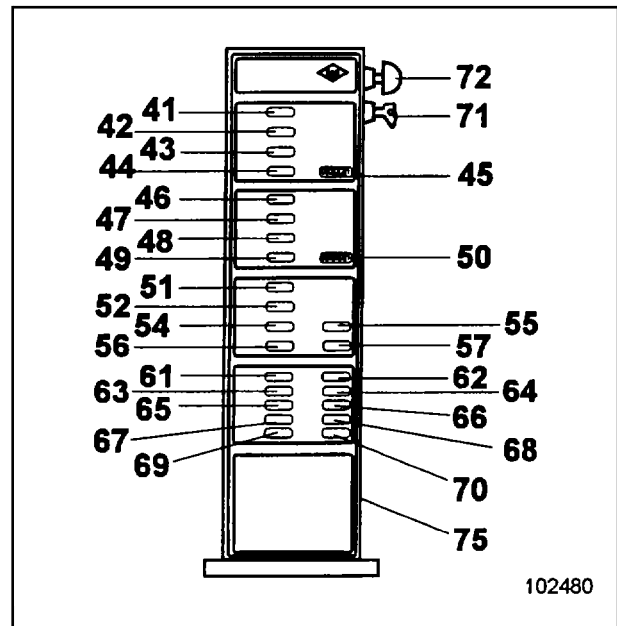

Fig. 8
(Fig. 8)
- Taster (43, Fig. 8) für den linken Motor betätigen.
- Taster (48) für den rechten Motor betätigen.
- Den Schlüssel im Schlüsselschalter (71) nach links drehen und abziehen (der Stromkreis ist unterbrochen).
In Notfällen z. B. wenn der Summer (75, Fig. 8) ertönt, kann der Motor aus Vollast abgestellt werden.